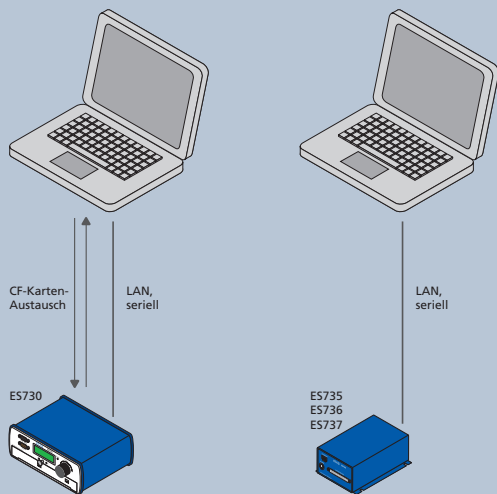
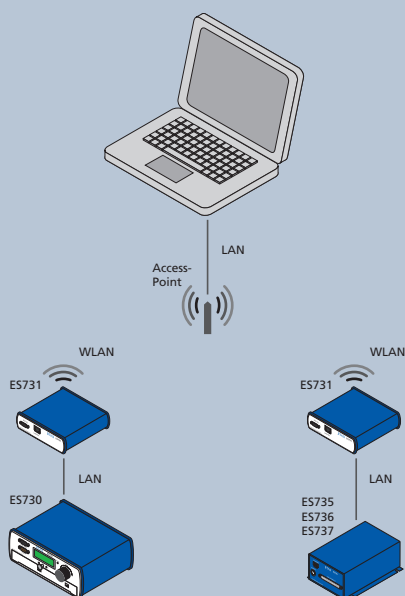
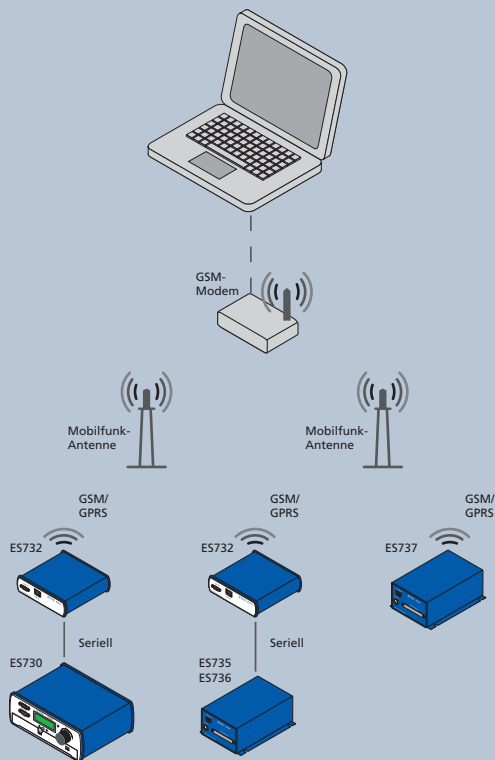

Abbildung 3:
Abbildung 4:
Abbildung 5: Zugriff auf die Drive-Rekorder über das Mobilfunknetz (GSM/GPRS). An das ES730-Modul wird als GSM/GPRS-Schnittstelle das ES732-Modul angeschlossen.
Beim Drive-Rekorder NG ES730 können dazu im einfachsten Fall zwei Compact Flash (CF)-Karten, die bei diesem Gerät von außen zugänglich sind, getauscht werden (Abb. 3). Diese Karten übernehmen die Speicherung der Gerätekonfiguration und der Messdaten. Für die High-End-Anwendung bietet der Kompakt Drive-Rekorder GPS/GSM ES737 eine integrierte GSM/GPRS Mobilfunk-Schnittstelle zur permanenten Überwachung von Messungen im Flottentest (Abb. 5, siehe Rückseite).
Außerdem stehen folgende Schnittstellen und Module als Optionen für die Datenübertragung zwischen den Drive-Rekordern und dem PC zur Verfügung (Abb. 3, Abb. 4 und Abb. 5):